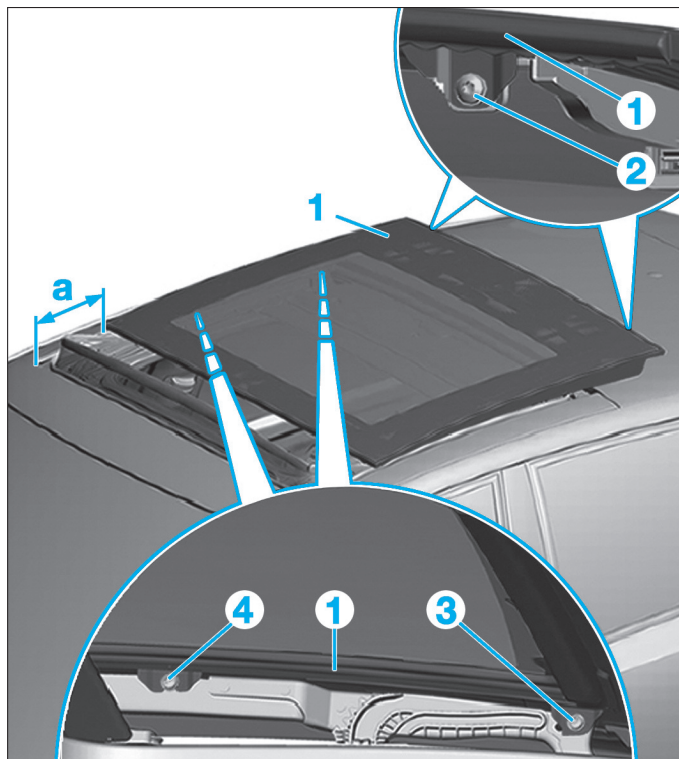

FIG. 96
- Ouvrir le couvercle en verre du toit ouvrant relevable panoramique de 150 mm (a) (Fig.96).
- les vis de fixation (2) à l'arrière,
- les vis de fixation avant (4) à gauche et à droite.
- Desserrer les vis de fixation arrière (3) à gauche et à droite.
- Retirer le couvercle en verre (1) par le haut.
- Placer le couvercle en verre (1) sur le mécanisme d'ouverture.
- Serrer légèrement les vis de fixation (2), (3) et (4) à gauche et à droite.